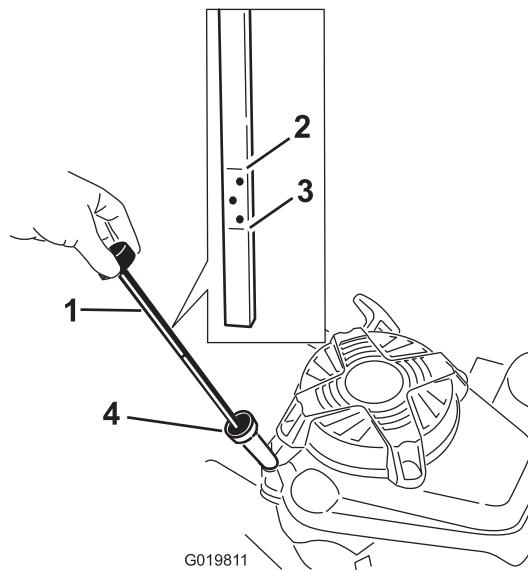

Figure 10
Avant chaque utilisation, vérifiez que le niveau d'huile se situe entre les repères **maximum** et **minimum** sur la jauge (Figure 10).
2. Nettoyez la surface autour du bouchon de remplissage (Figure 10).
6. Relevez le niveau d'huile indiqué sur la jauge (Figure 10).